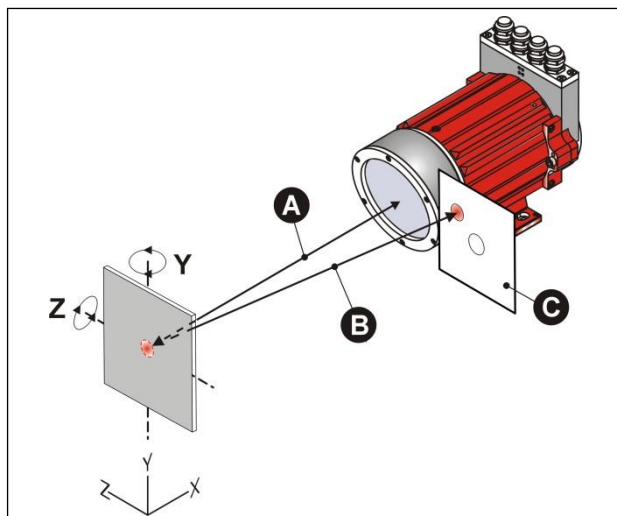

Abbildung 7: Wegleitung der Oberflächenreflektion
• **Abbildung 7: Wegleitung der Oberflächenreflektion:**
- Reflektorfolie in der Y- oder in der Z-Achse so verdrehen, dass sich das Störsignal (B) sicher außerhalb der Laserlinse befindet. Die Neigung der Reflektorfolie dabei trotzdem möglichst gering halten, um Messfehler bedingt durch Fluchtfehler in der Verfahrbewegung zu minimieren. Wandert der Lichtpunkt z.B. auf der Reflektorfolie hin und her, ergeben sich durch die Schrägstellung kleine Differenzen.